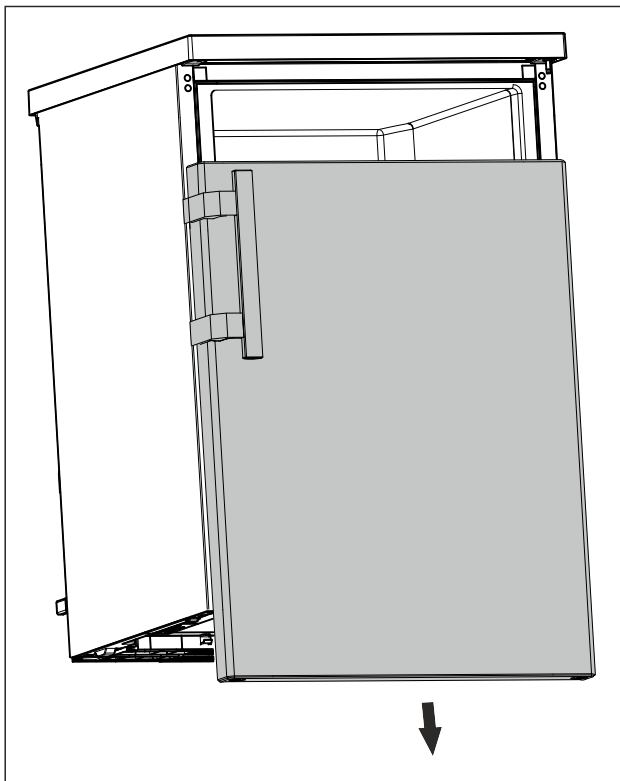

Fig. 8
- Ota ovi alaspäin pois. (katso Fig. 8)